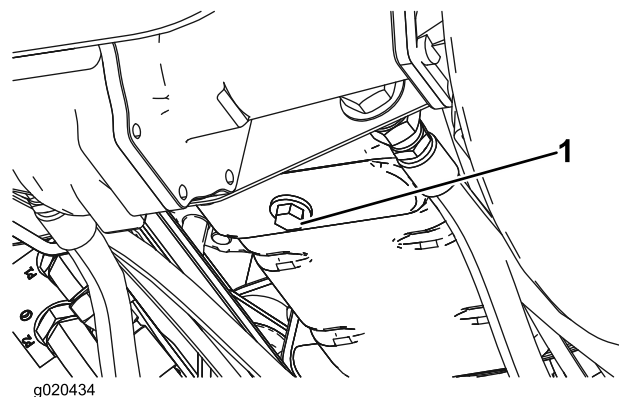

Рисунок 33
1. Снимите маслосливную пробку (Рисунок 33) и дайте маслу стечь в сливной поддон. Когда масло перестанет течь, поставьте сливную пробку на место.